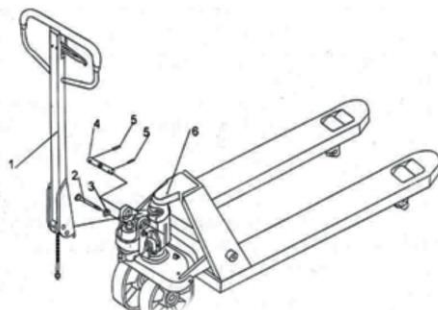

Fig.5
c) Presione la barra hacia abajo y retire el pasador (2, Fig. 5).
d) Coloque la palanca de control del mango en la posición “ELEVACIÓN”, luego levante la placa de la palanca con el pasador (2, Fig. 5) e inserte el tornillo de ajuste en la ranura frontal. Nota: Mantenga la tuerca de ajuste bajo la palanca.
e) Usar un martillo para insertar el segundo perno (5, Fig. 5) en el segundo agujero del eje de dirección. La barra de tracción está ahora montada en la bomba.